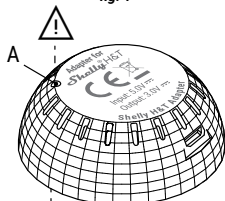

fig. 2
⚠ ATTENTION! Align the hole (A) in the Device shell with the Shelly H&T control button (B) as shown in fig. 2.
⚠ ACHTUNG! Richten Sie das Loch (A) in der Geräteschale mit dem Shelly H&T Bedienknopf (B) aus, wie in Abb. 2 gezeigt.